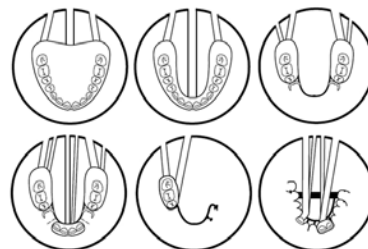

Figura 1. Tecniche di smaterozzatura
- a. Creare o posizionare fori per i canali di colata nello stampo in idrocolloide o silicone come mostrato nella Figura 1.